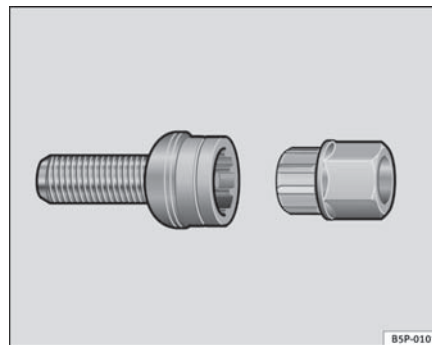

Abb. 135 Diebstahlhem-
- Setzen Sie den Adapter bis zum Anschlag in der diebstahlhemmenden Radschraube ein ⇒ Seite 210, Abb. 135.